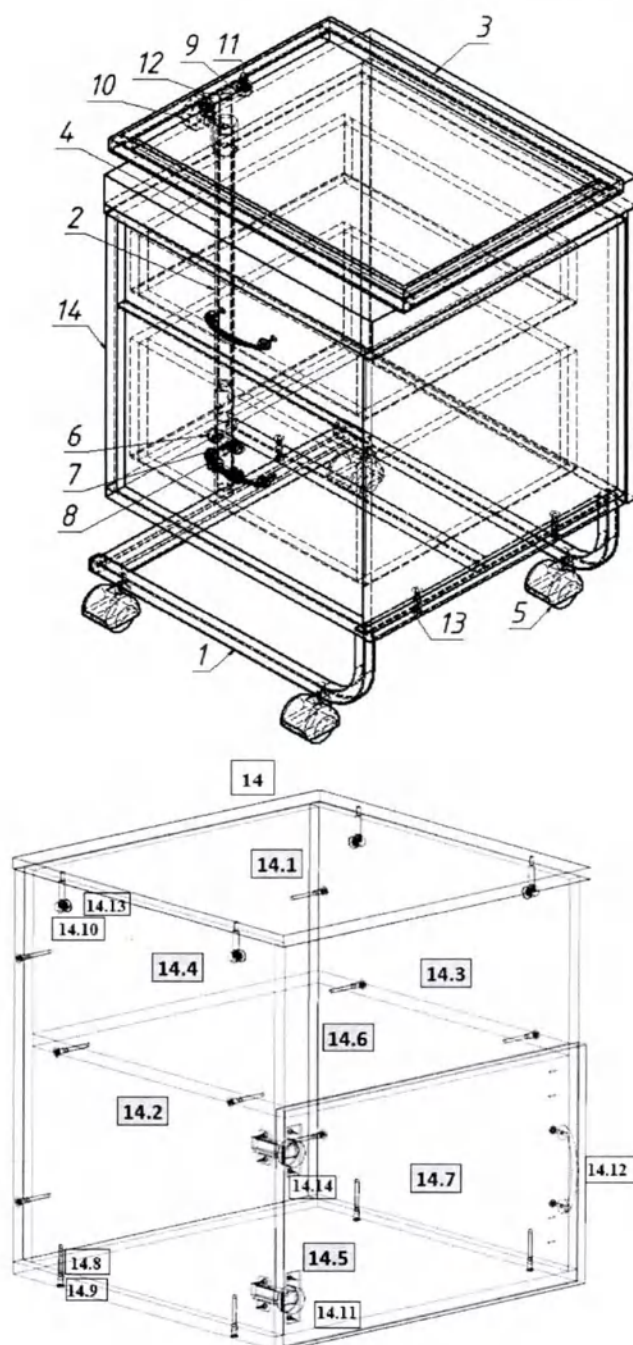

Рис.1
1) Внимательно ознакомьтесь со схемой сборки, изображенной на рис.1, сверяясь со спецификацией на изделие. Согласно схеме и спецификации определите расположение деталей в изделии и порядок их сборки. Сборка производится на ровном полу, укрытом материалом, предотвращающим повреждение покрытия пола и деталей мебели. Подготовьте необходимые для сборки инструменты – плоскую и крестовую отвёртки, молоток, рулетку или линейку, ключи на 17 и 12мм.
3.1) На вертикальных боковых стенках (14.2, 14.3) установите цилиндрические части эксцентриковых стяжек (14.21) в предназначенные для них отверстия. На крышке (14.1) установите штоки эксцентриковых стяжек (14.8). Евровинтами (14.16), как показано на рис.1, соедините вертикальные боковые стенки (14.2, 14.3) с горизонтальной стенкой (14.5). Установите крышку (14.1). Стяжка соединения производится путём поворота эксцентриков до упора в направлении стрелки, выштампованной на корпусе стяжки. На видимые головки еврвинтов (14.16) и эксцентриков (14.21) установите заглушки (14.17, 14.18).
1) Внимательно ознакомьтесь со схемой сборки, изображенной на рис.1, сверяясь со спецификацией на изделие. Согласно схеме и спецификации определите расположение деталей в изделии и порядок их сборки. Сборка производится на ровном полу, укрытом материалом, предотвращающим повреждение покрытия пола и деталей мебели. Подготовьте необходимые для сборки инструменты – плоскую и крестовую отвертки, молоток, рулетку или линейку, ключи на 17 и 12мм.
3.2) Евровинтами (14.8), как показано на рис.1, соедините вертикальные боковые стенки (14.2 и 14.3) с горизонтальными стенками (14.5 и 14.6). Установите крышку (14.1). Затяжка соединения производится путём поворота эксцентриков до упора в направлении стрелки, выштампованной на корпусе стяжки. На видимые головки евровинтов (14.8) и эксцентриков (14.13) установите заглушки (14.9 и 14.10).